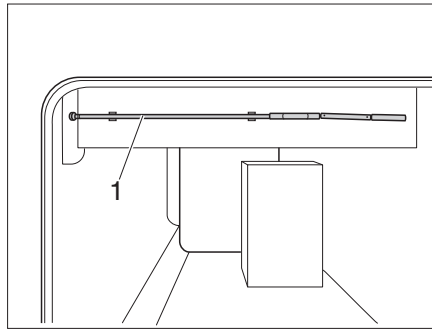

Bild 118 Kurbel zur Höhenverstellung
- Kurbel (Bild 118,1) aus der Halterung nehmen.